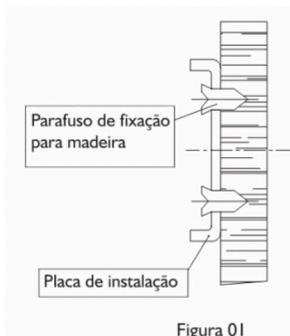

Figura 01
1. Remova a placa de instalação retirando os parafusos de fixação na parte traseira do equipamento. (Figura 01)
Obs.: Verificar qual é o parafuso mais apropriado para esta situação.(Figura 01)